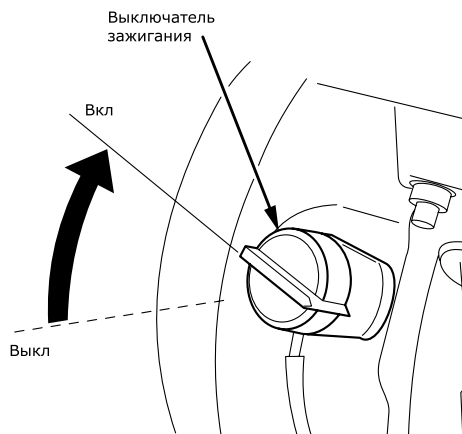

Рис. 8
- Поставьте выключатель зажигания в положение «ВКЛ» (рис. 8).